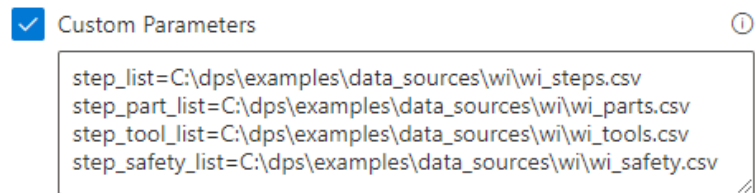

図 63. CSV データソースの場所を指定するカスタムパラメーター
- a. CSV データソースを 3D PDF Exporter カスタムパラメーターとして追加します。(図 63 を参照してください)